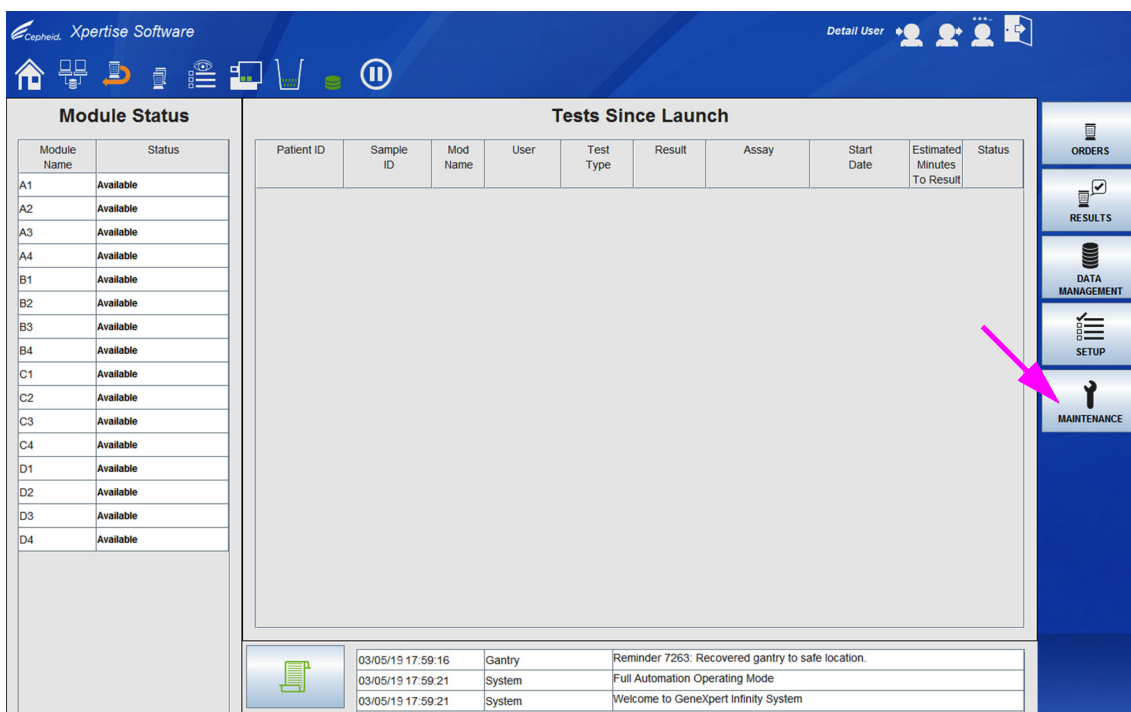
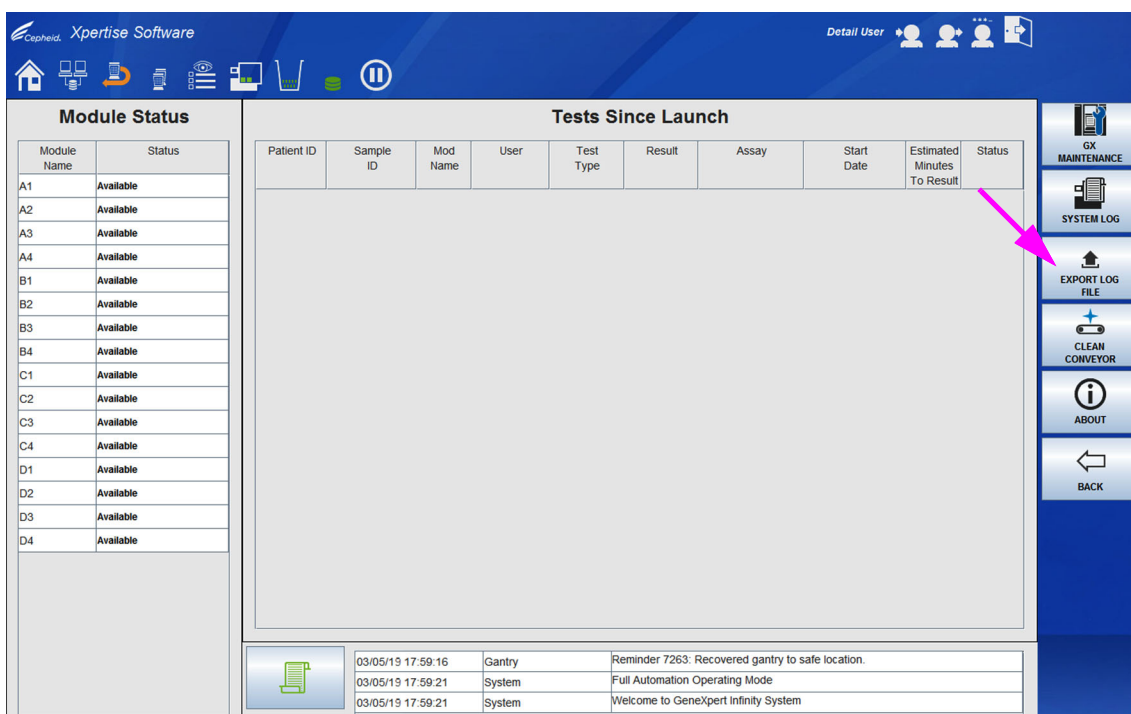
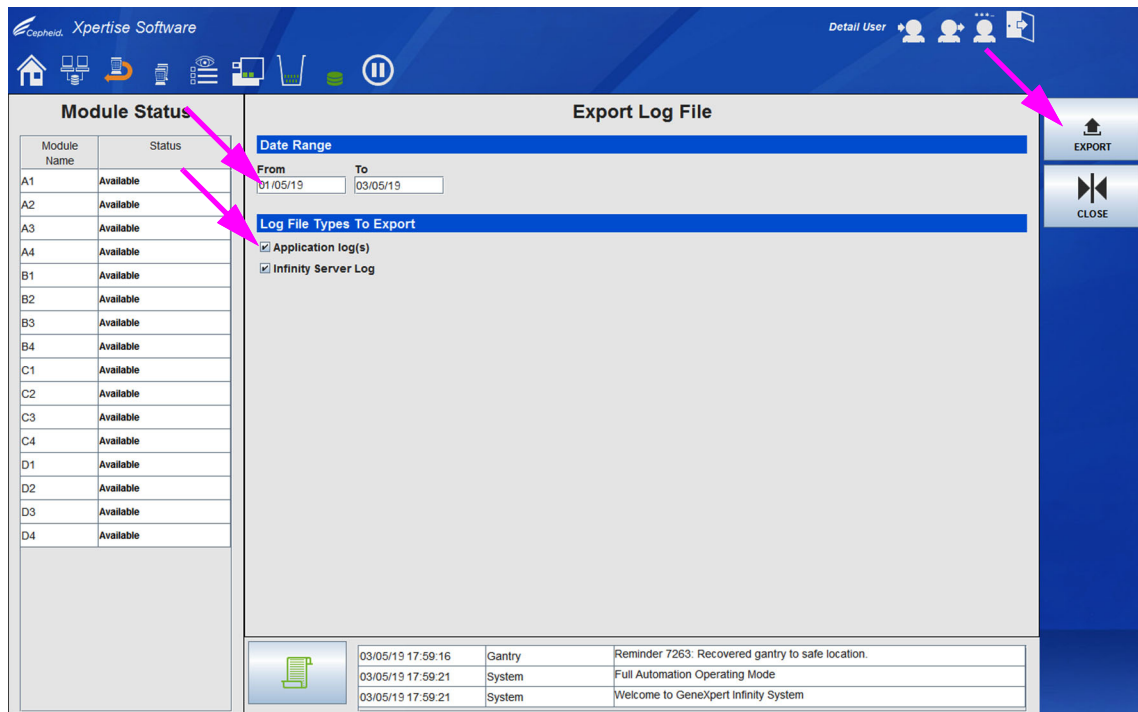
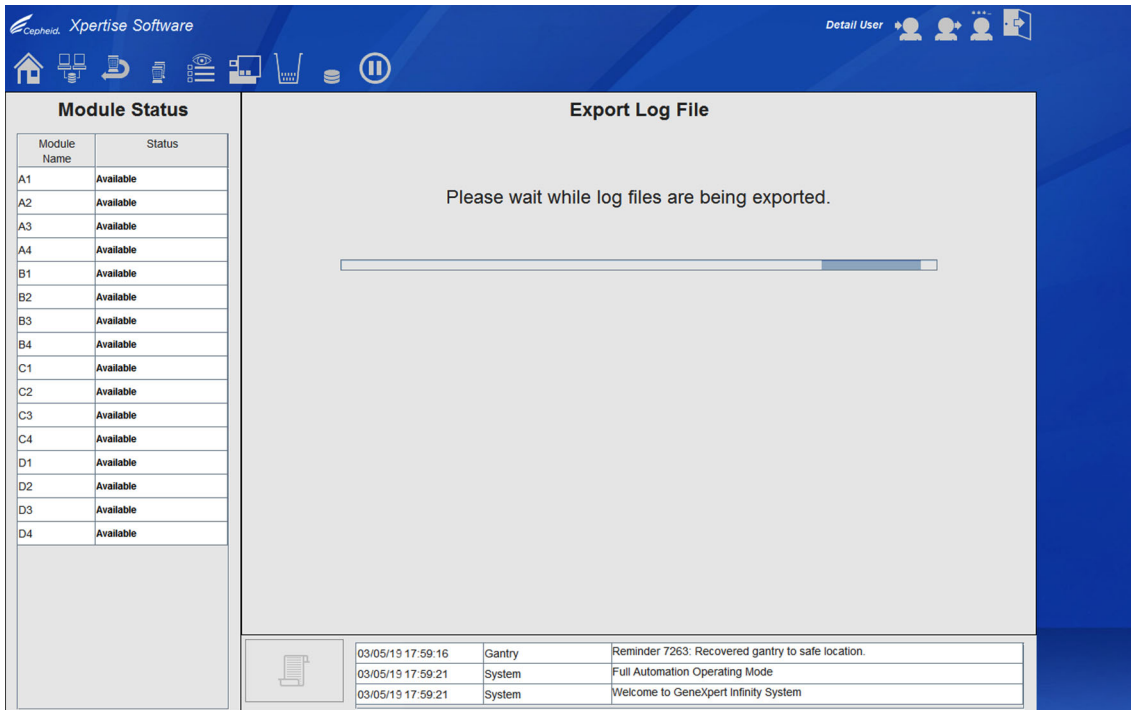

図 9-75. Xpertise Software ホームワークスペース
図 9-76. メンテナンスメニュー
図 9-77. ログファイルのエクスポートワークスペース
図 9-78. ログファイルのエクスポートワークスペース - 進行状況バー
1. Xpertise Software ホームワークスペースで、**メンテナンス (MAINTENANCE)** ボタンを選択します (図 9-75 を参照)。メンテナンス (Maintenance) メニューが表示されます。図 9-76 を参照。
2. **ログファイルのエクスポート (EXPORT LOG FILE)** ボタンを選択します (図 9-76 を参照)。ログファイルのエクスポート (Export Log File) ワークスペースが表示されます。図 9-77 を参照。
3. 図 9-77 に示すように、ログファイルのエクスポート (Export Log File) ワークスペースの日付範囲の下に、**開始日 (From)** と **終了日 (To)** を入力します。
5. **エクスポート (EXPORT)** ボタンを選択します (図 9-77 を参照)。進行状況バーを表示するログファイルのエクスポート画面には、ログファイルのエクスポートの進行状況が示されます。図 9-78 を参照。